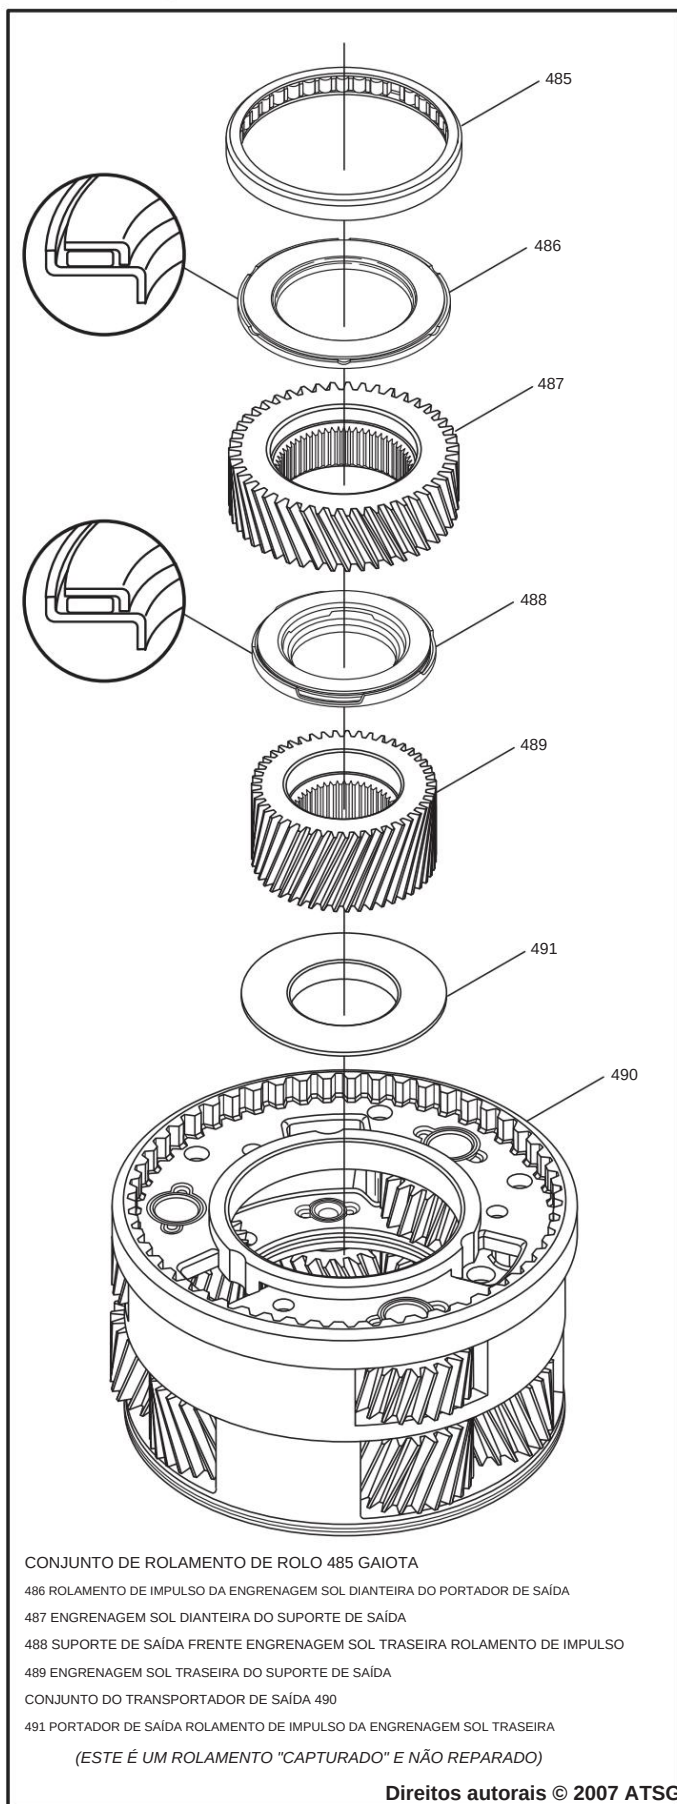
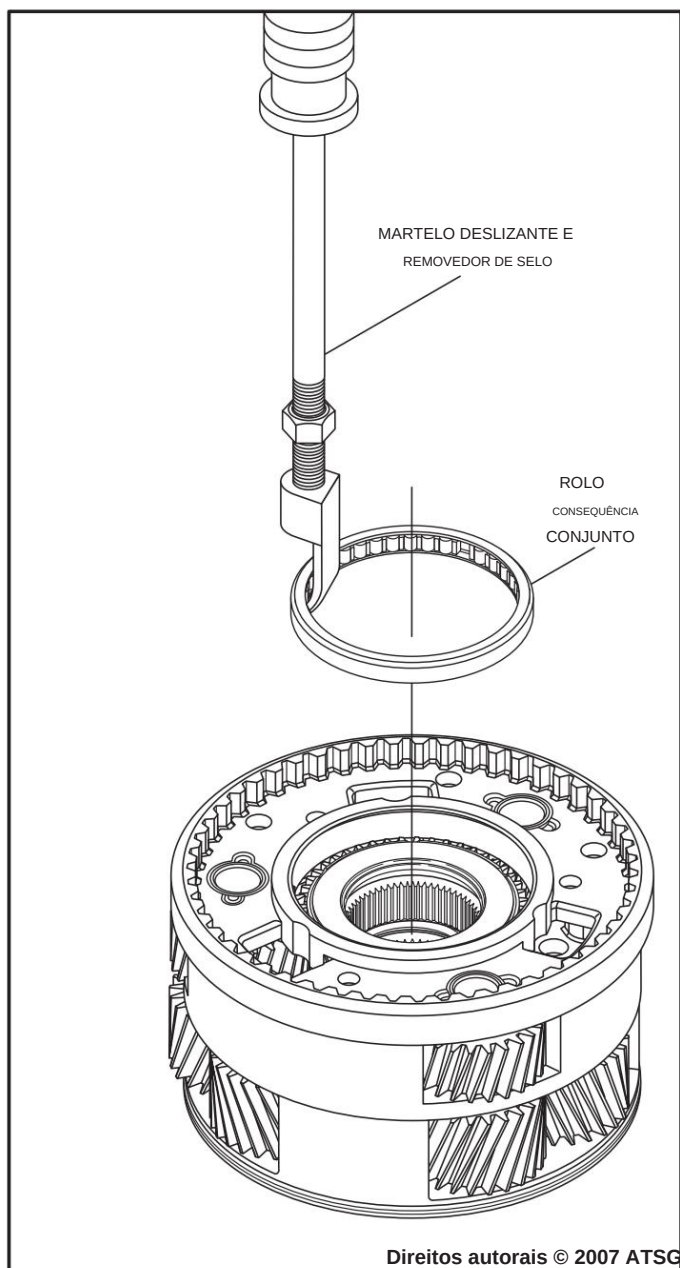

Figura 124
Figura 125
5. Desmonte o suporte planetário traseiro usando a Figura 124 como guia.
6. Remova e descarte o rolamento do rolo de suporte central usando um martelo deslizante, conforme mostrado na Figura 125.
**Nota:** *Instale sempre um novo rolamento de rolos (485).*
7. Após a remoção do rolamento, remova as peças, conforme mostrado na Figura 124.
**Nota:** *O último rolamento é um rolamento capturado e não passa por manutenção. Se este rolamento (491) estiver danificado, será necessário um transportador.*